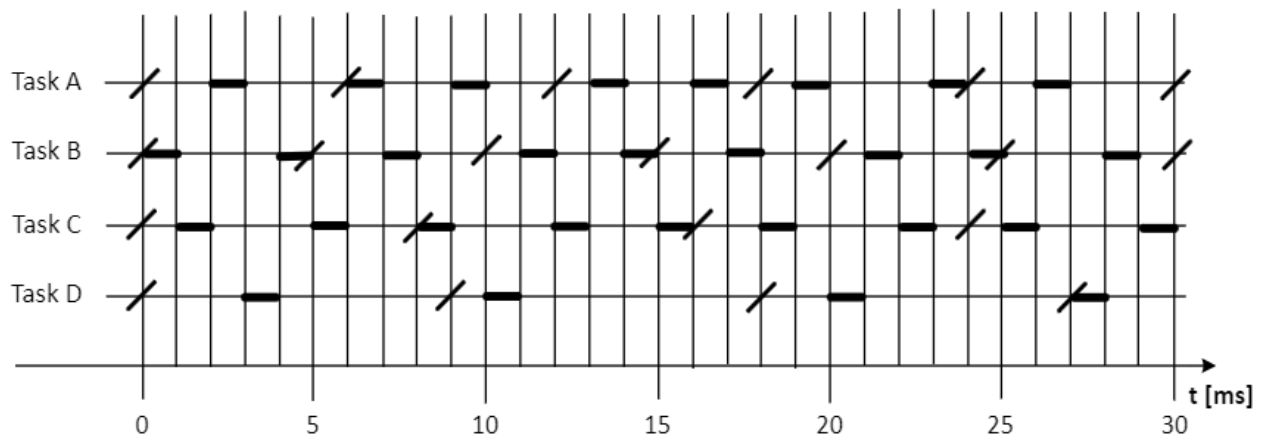

Abbildung 2: Ist-Ablauf der Tasks A, B, C und D (Zeitscheiben-Verfahren)
a) Erfüllt die Abarbeitung der einzelnen Tasks im Bereich $0 \leq t < 30$ ms gemäß Abbildung 2 die Rechtzeitigkeits-Bedingung? Wenn nein, welche Task(s) verletzt bzw. verletzen die Rechtzeitigkeits-Bedingung wann zum ersten Mal?
b) Erfüllt die Abarbeitung der einzelnen Tasks im Bereich $0 \leq t < 30$ ms gemäß Abbildung 2 die Anforderungen für Gleichzeitigkeit? Wenn nein, nennen Sie den Zeitpunkt der ersten auftretenden Verletzung der Gleichzeitigkeits-Bedingung.